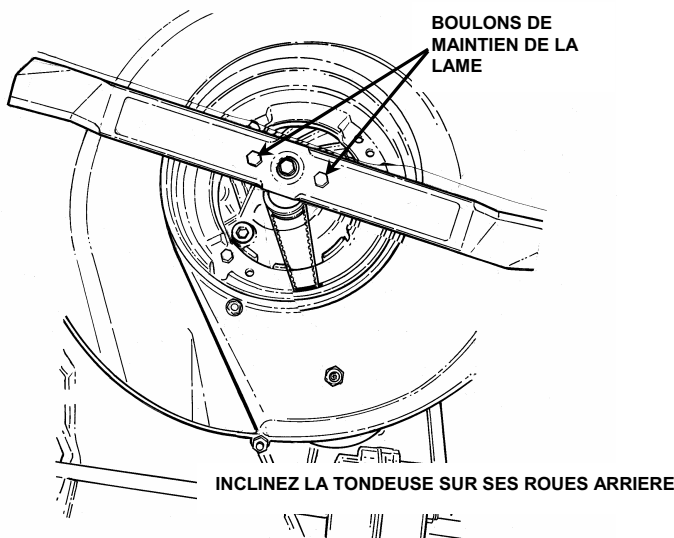

FIGURE 3.2
2. Inclinez la tondeuse sur ses roues arrière pour vous faciliter l'accès au boulon de maintien de la lame. Voir figure 3.2.
3. Vérifiez le couple de serrage du boulon de maintien. Nous vous recommandons un couple de serrage compris entre 40 et 55 N.m. Voir figure 3.2.